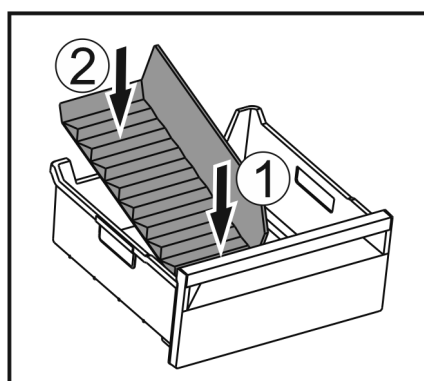

Fig. 259
- Umetnite prednji dio pregrade ladice za led. Fig. 259 (1)
- Spustite stražnji dio pregrade ladice za led do dna ladice. Fig. 259 (2)